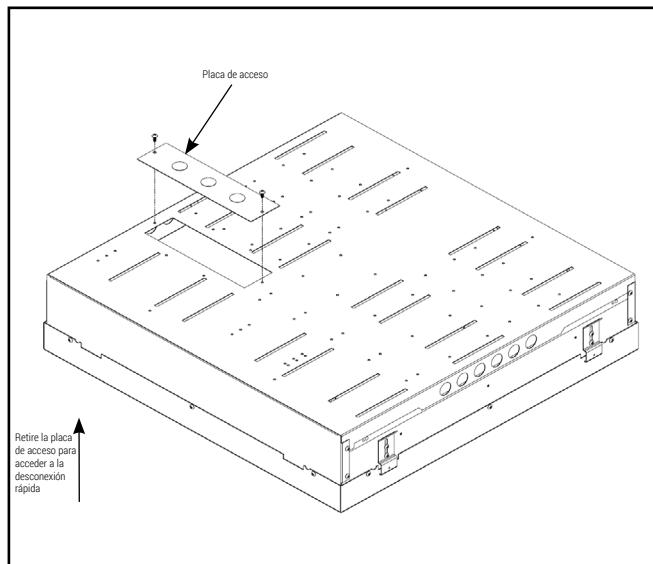

Figura 2.
3. Retire la placa de acceso para acceder a la desconexión rápida. (Figura 2)